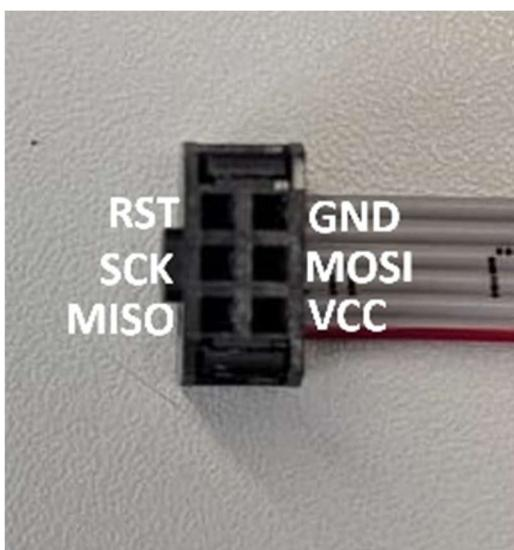

Abbildung 3, PINs AVRISP mkII
Der Ordner **Programm-Seitenlicht** beinhaltet das Programm, welches auf den ATtiny85V-10SU zu laden ist, um ein Betrieb mit Dauerlicht oder einem Blinkintervall von einer Sekunde zu ermöglichen. Eine Möglichkeit, um das Programm auf den Mikrocontroller zu laden, ist die Verwendung des AVRISP mkII Programmiergeräts in Kombination mit dem Programm Microchip Studio. Das Programmiergerät hat die PINs VCC, MOSI, GND, MISO, SCK, RST. Diese sind mit den jeweiligen PINs auf der Platine zu verbinden. Das AVRISP mkII Programmiergerät hat eine andere Anordnung der PINs wie die PINs auf der Platine, sodass ZipWire zwischen Platine und AVRISP mkII verwendet werden müssen [4]. Die PINs auf der Platine sind direkt beschriftet. Die des AVRISP mkII sind am Konnektor in zwei Spalten mit je drei Reihen angeordnet. Die Seite, bei der die Kabel ankommen, ist die der zweiten Spalte. An der Stelle wo VCC ist, ist ein rotes Kabel. In der Spalte mittig ist MOSI und am anderen Ende GND. Gegenüber von VCC in Spalte 1 ist MISO. Mittig in Spalte 1 ist SCK und gegenüber von GND ist RST [4]. Abbildung 3 zeigt diesen Konnektor. Für die Programmierung ist außerdem die Inbetriebnahme erforderlich. Hierfür sollte ein externes Netzteil mit einer Spannungsversorgung von 6 V verwendet werden, denn das Programmiergerät liefert über den VCC PIN keine Spannung, sondern misst diese nur. Das Netzteil lässt sich ebenfalls über ZipWire Kabel anschließen. Außerdem ist SW1 mit einem solchen Kabel zu brücken. Um einen vollständigen Funktionstest zu realisieren, sollte eine EL Folie angeschlossen werden. Wenn die richtigen PINs miteinander verbunden sind und Spannung auf die Schaltung gegeben wird, leuchtet ein grünes Lämpchen am AVRISP mkII [4]. Die Abbildungen 4 und 5 zeigen Nummern auf, diese werden in folgenden Aufgegriffen. Um das Programm auf den Mikrocontroller zu laden, ist in Microchip Studio unter dem Reiter "Tools"(1) der Punkt "Device Programming"(2) zu öffnen. Als "Tool"(3) ist AVRISP mkII und als "Device"(4) ATtiny85 und als "Interface"(5) ISP zu wählen. Nun ist "Apply"(6) auszuwählen. Folglich erscheinen weitere Punkte und unter "Memories"(7) ist für "Flash"(8) die Hex-Datei Programm\_Seitenlicht auszuwählen. Mit dem Button "programm"(9) lässt sich die Programmierung vornehmen. Anschließend ist die Schaltung von der Spannung zu trennen und das Programmiergerät zu entfernen. Erst wenn das Programmiergerät von der Platine getrennt wird, zeigt sich eindeutig, ob die Programmierung erfolgreich verlaufen ist, sodass für einen abschließenden Funktionstest erneut Spannung auf die Schaltung zu geben ist.